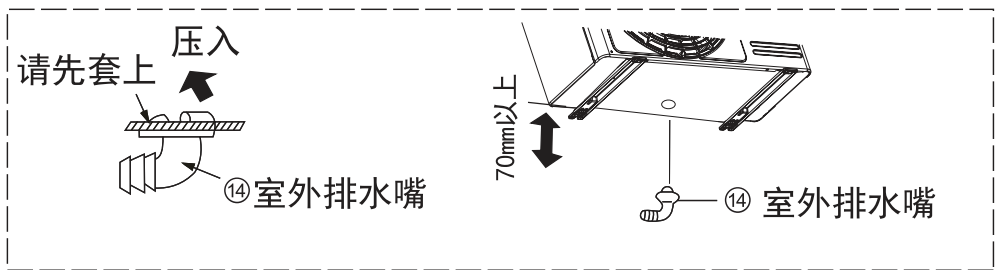
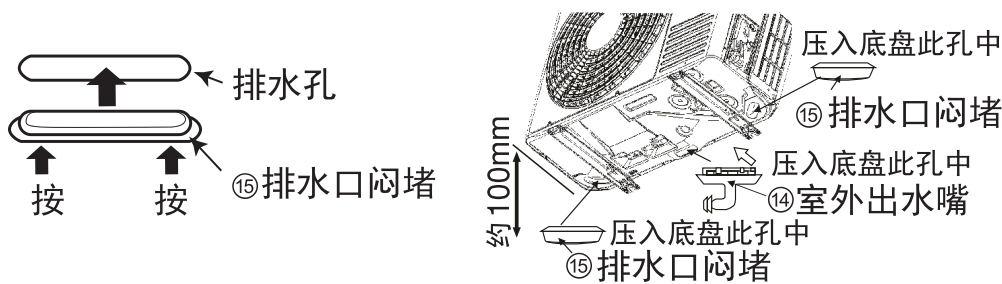

图32
图33
- 2 欲利用出水孔将冷凝水导出时，依图32、图33所示将附件 ⑭ 室外出水嘴安装在出水孔。